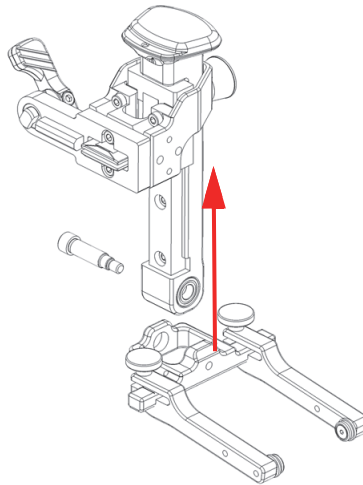

Рис. 2-22 Выдвижение стержня
5. Выдвиньте направляющую подпружиненного рычага из стержня вилки (Рис. 2-22 на стр 57).